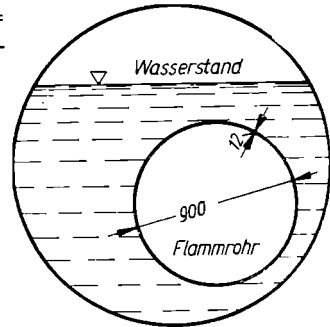

Bild 241
54. Das Flammrohr eines Dampfkessels nach Bild 241 hat 900 mm Außendurchmesser, 12 mm Wanddicke und 9,5 m Länge. Es wird innen von den Feuergasen durchzogen und außen vom Wasser umspült. Zu berechnen ist a) das Gewicht des Rohres bei einer Wichte 7,85 kp/dm³ für Flußstahl; b) die Kraft des Auftriebes; c) das Widerstandsmoment der Querschnittsfläche des Rohres; d) die durch den Auftrieb im Rohrquerschnitt erzeugte Biegespannung unter der Annahme, daß das Rohr an den Enden frei aufliegt.
55. Das Heizrohr eines Dampfkessels wird innen von den Heizgasen durchzogen und überträgt die Wärme nach außen auf das umgebende Kesselwasser (Bild 241 wie bei voriger Aufgabe). Die Wichte des Flußstahls ist $7,85 \text{ kp/dm}^3$. Welchen Außendurchmesser muß das Rohr bei 8 mm Wanddicke haben, damit der vom Kesselwasser ausgeübte Auftrieb gerade gleich dem Gewicht des Rohres wird?